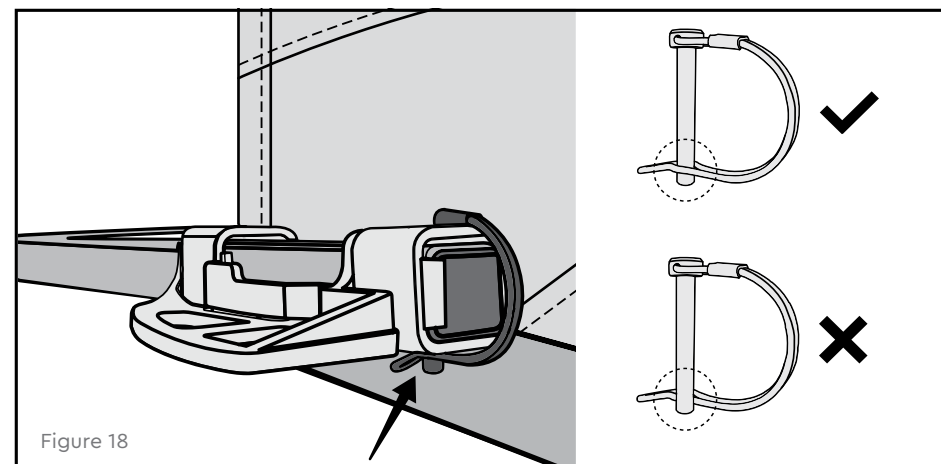

Figure 18
3. Assurez-vous que la tige de retenue est correctement fixée comme indiqué (Figure 18).